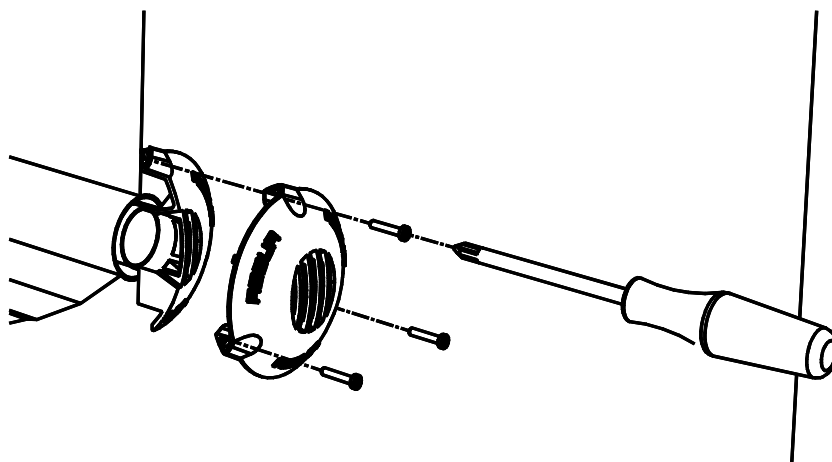

Figura 16 – Fissaggio terminale
1. Applicare il terminale antivento in alluminio al muro esterno in modo che si incastri all'estremità del tubo fumi e segnare la posizione dei tre fori per i tasselli ad espansione (vedi Figura 16). Il terminale deve essere montato con la grigliatura scarico fumi disposta verticalmente.
3. Rimontare il terminale e fissarlo con le viti per mezzo dei relativi tasselli (vedi Figura 16).